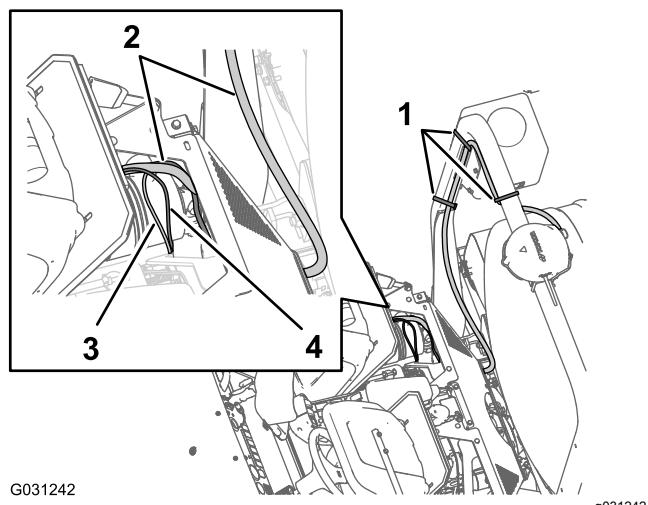

Bild 168
1. Verlegen Sie den 100-cm-Zweig des elektrischen Kabelbaums (Bild 168) mit dem 1-Stift-Stecker nach unten zu dem Bereich, in dem die vorderen und hinteren Kabelbäume für die Maschine angeschlossen werden, siehe Bild 86 in Anschließen des vorderen und hinteren Kabelbaums (Seite 43).
2. Verlegen Sie den 100-cm-Zweig des Datenkabelbaums (Bild 168) mit dem 4-Stift-Stecker für das CAN 2, Sprühsteuergerät nach unten zu dem Bereich, in dem die vorderen und hinteren Kabelbäume für die Maschine angeschlossen werden, siehe Bild 86 in Anschließen des vorderen und hinteren Kabelbaums (Seite 43).